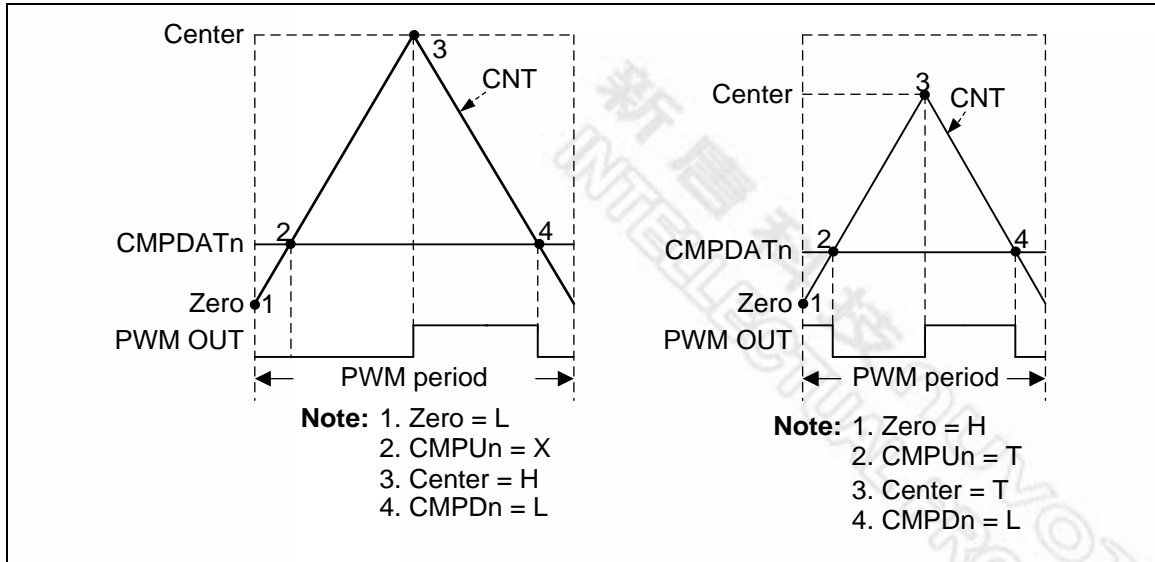

图 6-70 BPWM 脉冲产生
每个中断事件点都可以决定BPWM的波形，通过设定BPWM_WGCTL0 和 BPWM_WGCTL1寄存器，BPWM波形输出可以有以下选择：保持不变(X)，输出低(L)，输出高(H) 或者翻转输出(T)。使用这些点可以轻松的产生不对称的BPWM脉冲或如图 6-70所示的各种各样的波形图。如图，比较器n用于产生BPWM脉冲。n 表示通道数：0到5。CMPU 代表在递增的期间，CNT与CMPDAT相等。CMPD代表在递减的期间，CNT与CMPDAT相等。